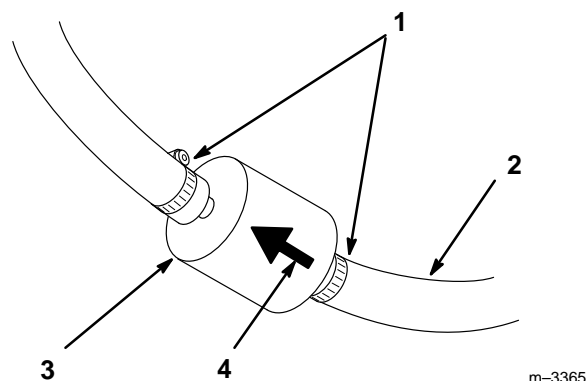

Figure 42
4. Pincer les extrémités des colliers et faire glisser ceux-ci pour les éloigner du filtre (Fig. 42).